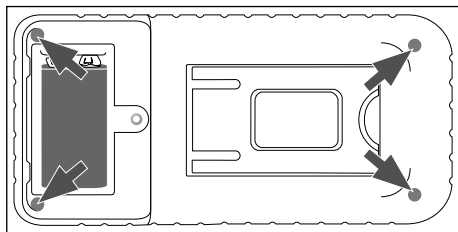

Bild 5
- ◆ Lossa de fyra skruvarna på produktens baksida och ta bort bakpanelen (se bild 5).